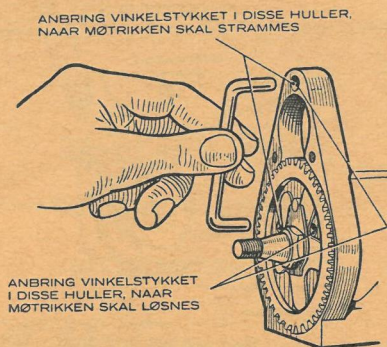

Fig. 3. Således kan man låse hjulet, når koblingen skal samles eller adskilles.
1. Endedækslet F (fig. 2) aftages ved at afskrue de fire undersænkede skruer. For at adskille glidekoblingen vil det være nødvendigt at betjene sig af et specialværktøj (fig. 3) for at holde fiberhjulet på plads, medens låsemøtrikken afskrues. Værktøjet består simpelthen af et stykke 1/4" rundstål, hvis ender er bøjet om med en afstand fra midte til midte på 3³/₁₆", således at den ene ende kan stikkes ind i huller i hjulet, medens den anden føres ind i hullet foroven på det støbte stykke, hvorigenem den tapskrue, der fastholder dynamoen, er ført. En 7/16" topnøgle kan nu bruges til låsemøtrikken G (fig. 2). Bemærk, at den lille spids på låseskiven H først må bøjes tilbage. Derpå fjernes låseskive H, koblingsfjeder I, friktionsskive J og fiberhjul K.